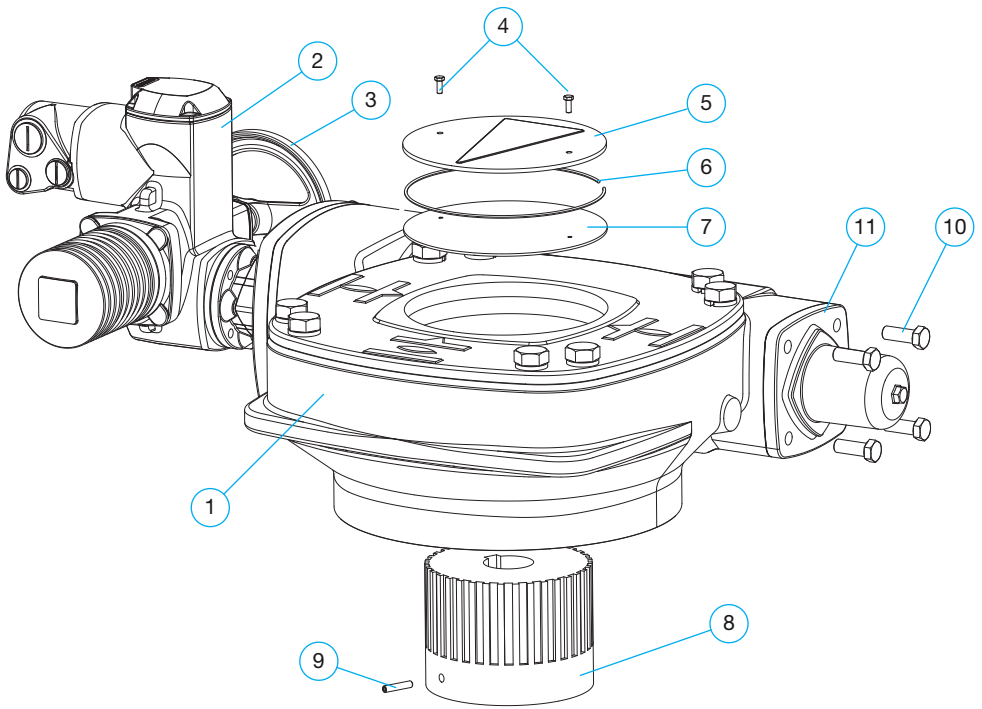

Abbildung 13. Elektrischer Antrieb.
Siehe Abbildung 13 für die in diesem Kapitel genannten Teilenummern.
5.4 Einstellung der mechanischen Anschläge des elektrischen Antriebs AUMA Siehe Abbildung 13 für die in diesem Kapitel genannten Teilenummern.